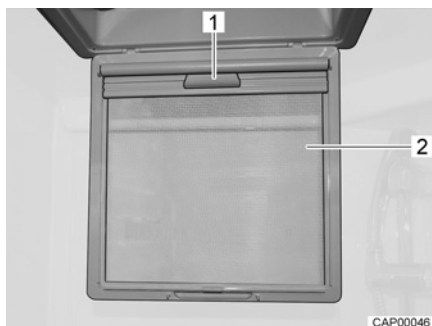

Bild 34 Mörkläggningsrullgardin
- Fäll ned insektsskyddet (Bild 34,2).
- Ta tag i mörkläggningsrullgardinen i handtaget (Bild 34,1) och dra nedåt tills den hakar i på motsatt sida.
- Koppla ur mörkläggningsrullgardinen i handtaget (Bild 34,1) och för den långsamt tillbaka till utgångsläget.
- Fäll upp insektsskyddet (Bild 34,2) så att det hakar i.